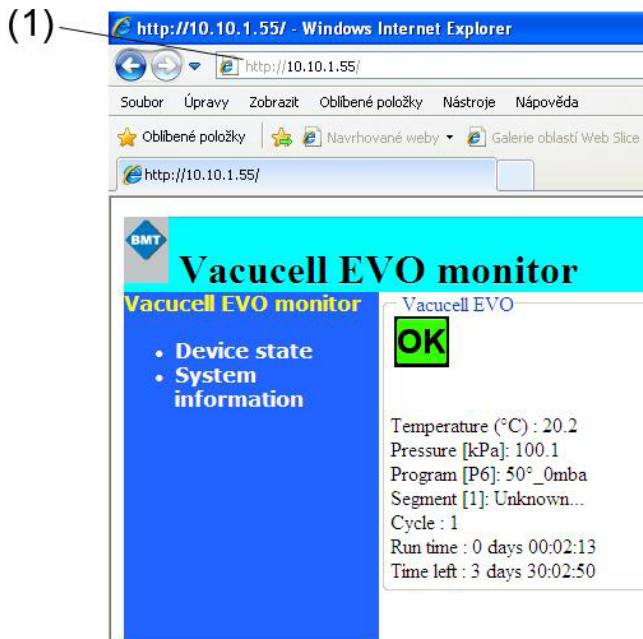

Рис. 28
4. На веб-страницу загрузится состояние устройства, см. рис. 28.